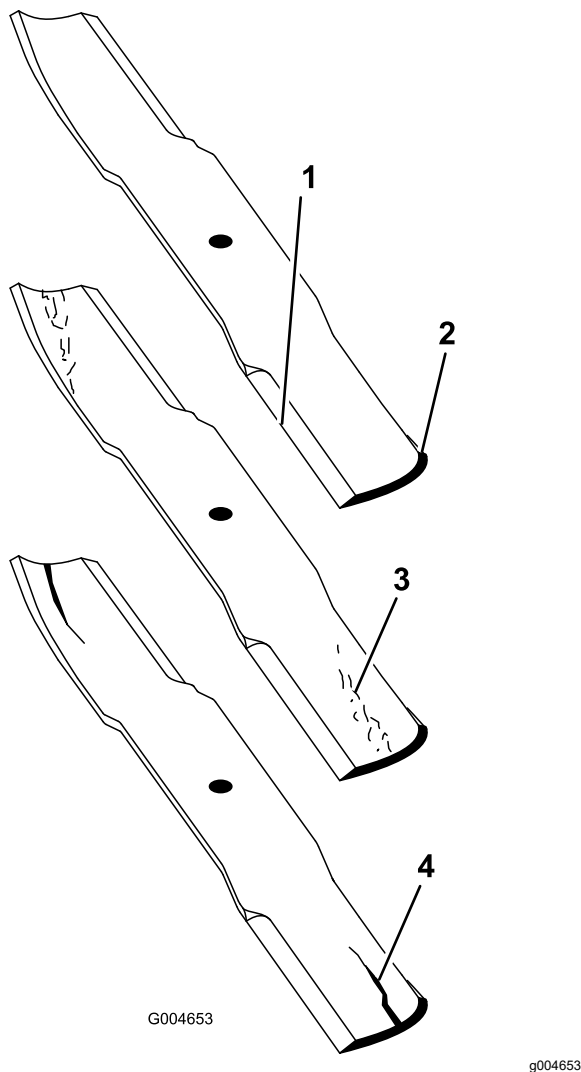

Figure 25
3. Examinez attentivement les tranchants de la lame, particulièrement au point de rencontre de la partie plane et de l'ailette (Figure 25).
Remarque: Le sable et les matières abrasives peuvent éroder le métal à cet endroit, c'est pourquoi il est important de contrôler l'état de la lame avant d'utiliser la tondeuse. Remplacez la lame si elle semble usée (Figure 25).